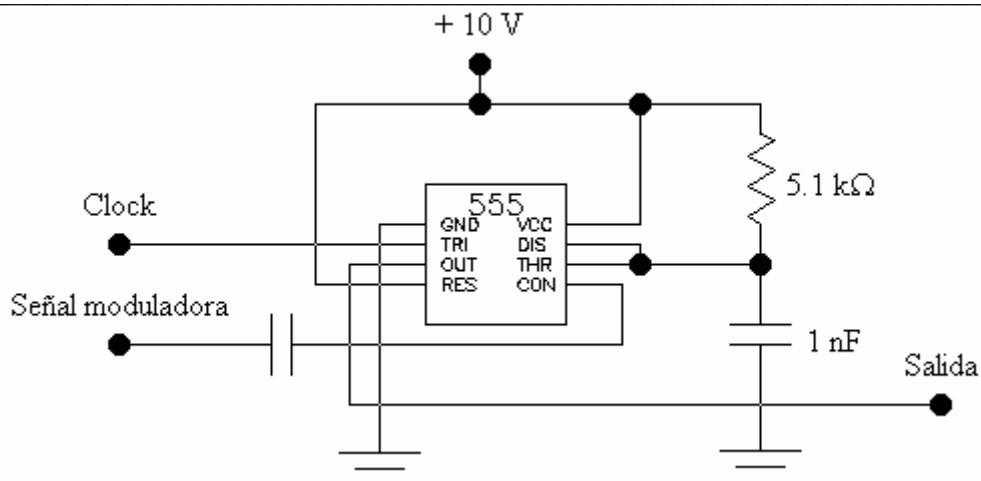

Figura 6
13. La señal de reloj en el pin 2 (trigger) del 555 de la figura 6 tiene una frecuencia de 10 kHz .